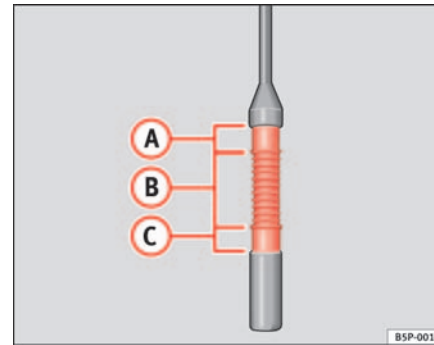

Fig. 120 Varilla de medición del nivel de aceite.
- Vuelva a extraer la varilla de medición y compruebe el nivel de aceite que indica el extremo inferior de la varilla de medición ⇒ fig. 120.
Si el nivel se encuentra en la zona ⇒ fig. 120 **(A)**, no se debe añadir aceite.